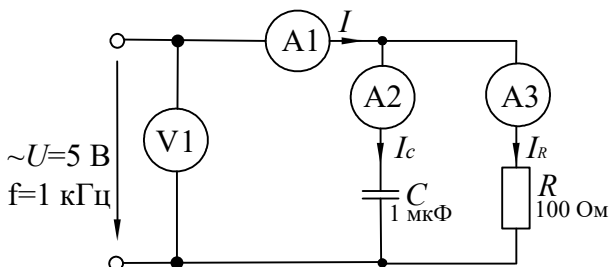
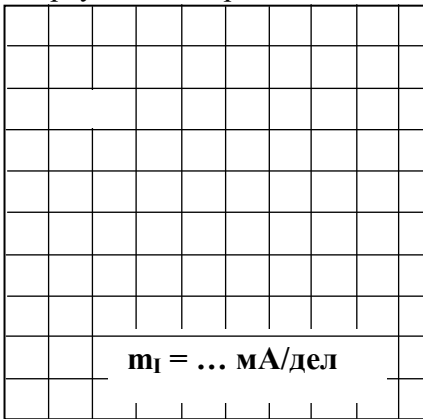
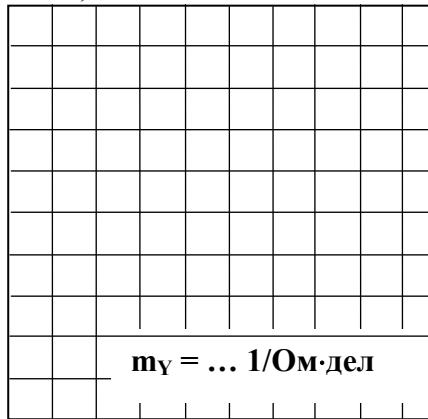

Рисунок 10 – Схема экспериментального исследования разветвленной цепи RC
Рисунок 11
Рисунок 12
1.3. Выберите масштаб и постройте векторную диаграмму токов (рис. 10) и треугольник проводимостей (рис. 11).
2.1. Соберите цепь согласно схеме (рис. 12), подключите регулируемый источник синусоидального напряжения и установите его параметры: $U=5$ В, $f=1$ кГц
2.3. Постройте векторную диаграмму токов (рис. 11) и треугольник проводимостей (рис. 12).